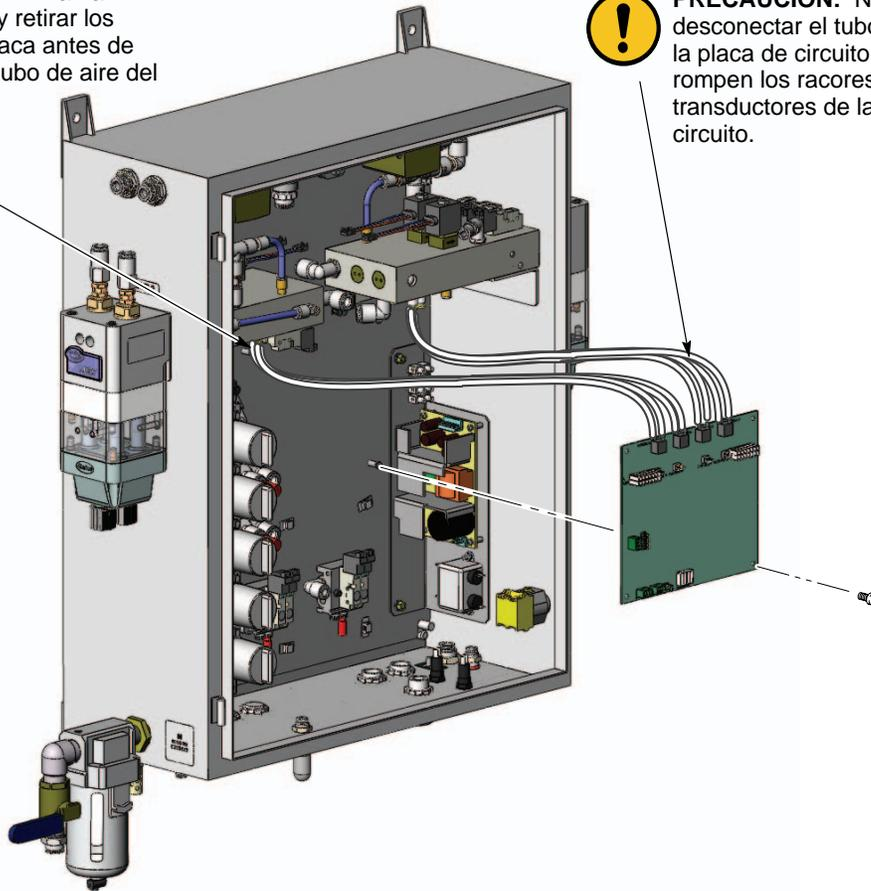

Figura 2 Sustitución de la placa de circuito
3. Ver la figura 2. Abrir la puerta del panel de bomba y desconectar todo el cableado de la placa de circuito.